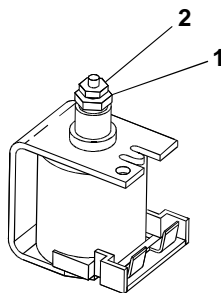

Bild 3
- den minimalen Düsendruck nach Tabelle einstellen; dies geschieht mit einem 9 mm-Gabelschlüssel an der Mutter (1, Bild 3).
- den maximalen Düsendruck nach Tabelle einstellen; dies geschieht mit einem 7 mm-Gabelschlüssel an der Mutter (2, Bild 3), dabei muß die darunter befindliche Mutter (1) in ihrer Einstellung festgehalten werden